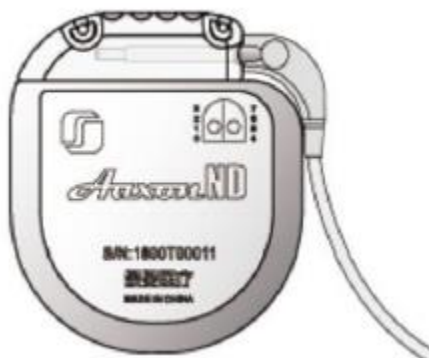

IMAGEN 3: Utilice el conector para bloqueo.
8. En el modo de estimulación unilateral, inserte los pines del conector de la Extensión 1 en una de las ranuras apropiadas e inserte un conector para bloqueo en la otra. Apriete los tornillos de fijación en el sentido de las agujas del reloj con la llave de torque hasta que la llave haga clic (Imagen 3).